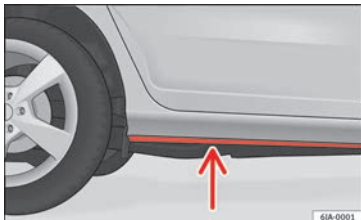

Abb. 181 Wasserdurchfahrten auf Straßen
- Stellen Sie vor einer Wasserdurchfahrt die Wassertiefe fest. Der Wasserstand darf maximal an den Steg des Unterholms reichen »» **Abb. 181**.